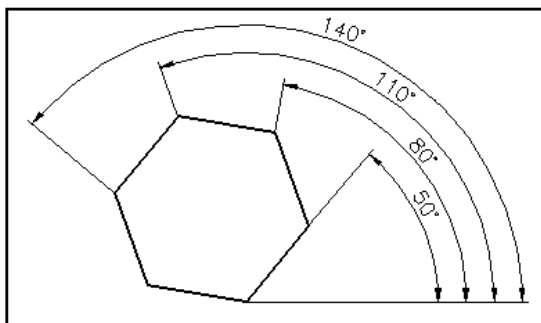

Рис. 13.19. Пример нанесения углового базового размера
Простановку базового размера проиллюстрируем на примере углового размера (рис. 13.19). Операции с линейными размерами выполняются аналогично.
1. Нанесите первый размер в базовой цепочке размеров обычной командой создания углового или линейного размера (см. выше). На рис. 13.19 это угол 50°.